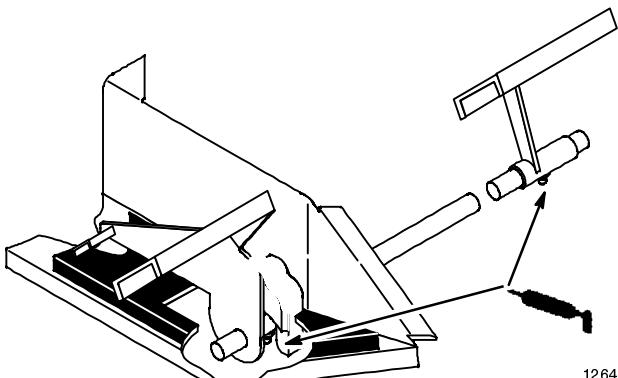

Bild 26
- Fetten Sie das Fahrpedal an Modellen mit hydrostatischem Antrieb (oder die Brems- und Kupplungs-pedale an Maschinen mit herkömmlichem Getriebe), wo die Pedale auf einem Stift geschwenkt werden (Bild 26).